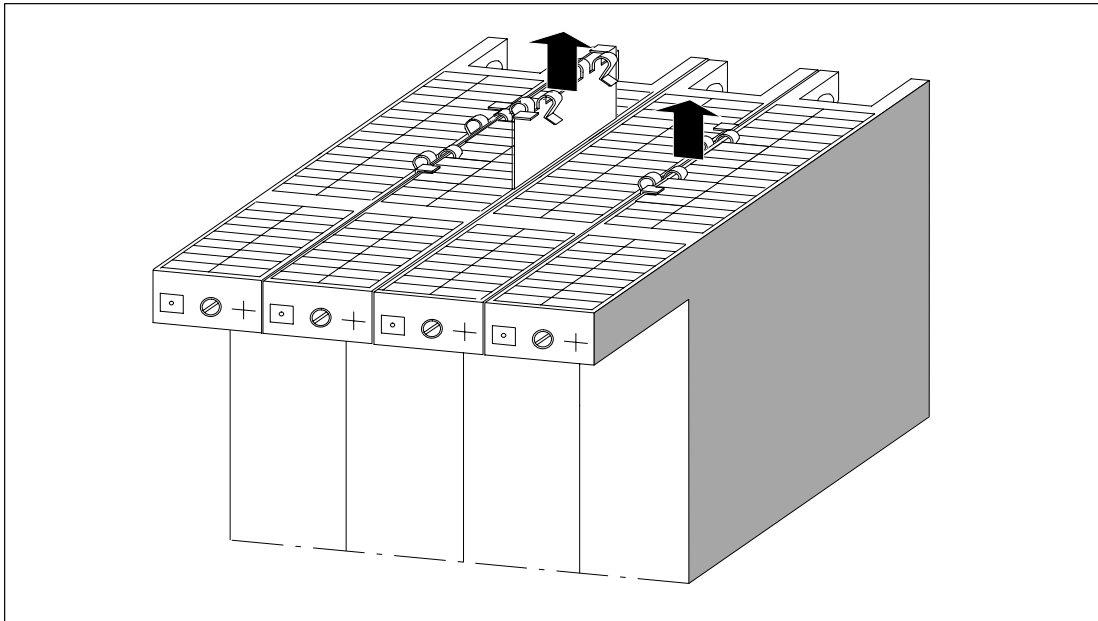

Figure 8-26 Extraction des clips d'assemblage du module à remplacer
10. Otez en haut et en bas les clips d'assemblage qui maintiennent le module à remplacer (voir figure 8-26).